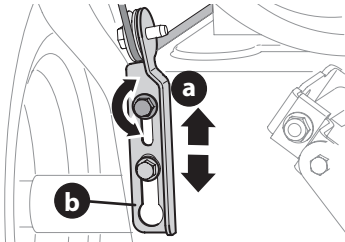

Figura 54
4. Deje la barrena engranada durante aproximadamente diez (10) segundos antes de soltar la palanca de control de la misma. Repita esta operación varias veces.
7. Para volver a ajustar el cable de control de la barrena, afloje el tornillo hexagonal superior (a) (Figura 54).
8. Ubique la ménsula de control de la barrena (b) hacia arriba para que el cable esté más flojo o hacia abajo para aumentar la tensión (Figura 54).